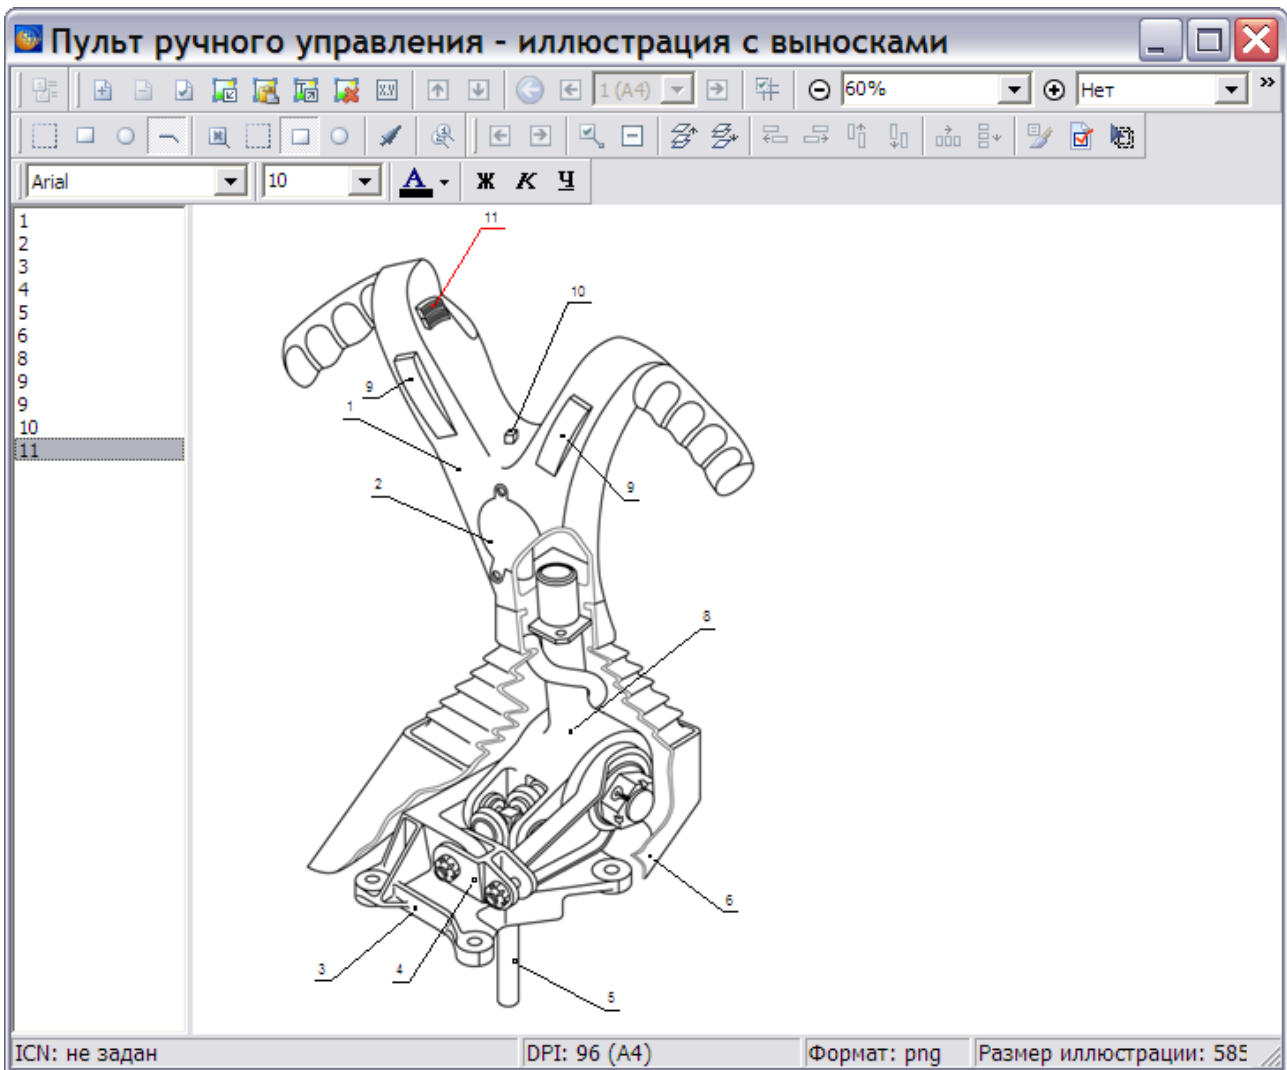

Рис. 6.58
4. Нажмите **ОК**. При этом изображение появится в окне создания иллюстраций (Рис. 6.58).
Расставьте выноски, как показано на Рис. 6.58. Подробно о расстановке выносок, а также об использовании всех инструментов смотрите в разделе 5.3.5 «Работа с иллюстрациями».